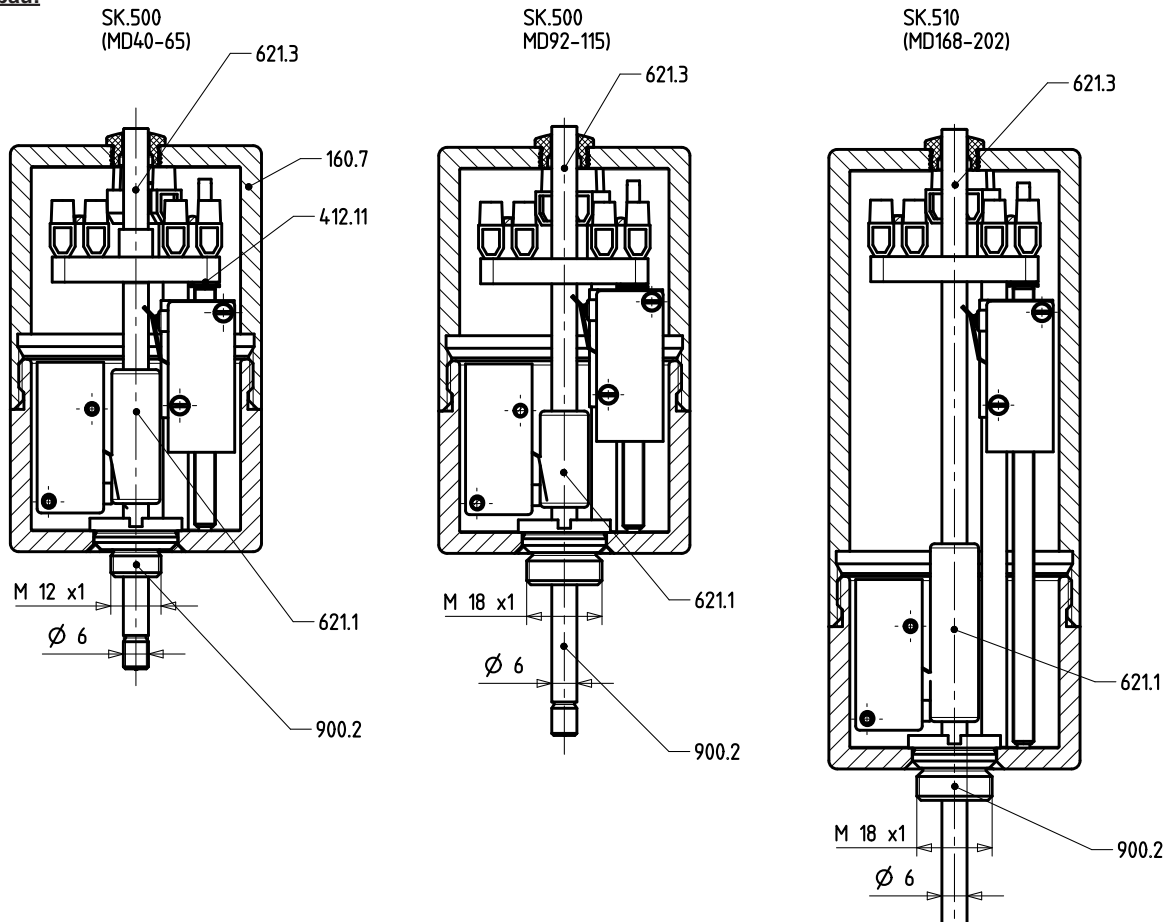

Abbildung 21: Übersicht der Stellungsrückmelder mit mechanischem Endschalter SK.500/510
S-C LAP.520/530 SF/OF/AZ MD 40 - 202 (Abbildung 21)
<p>HINWEIS</p> <p>Bei nachträglichem Aufbau eines Stellungsrückmelders ist darauf zu achten, dass bei Bestellung die Ventil- und Antriebsgröße angegeben wird. Die 3 Stellungsanzeigereinheiten sind den Ventilgrößen angepasst (Abbildung 21).</p>
4. Stellungsanzeigereinheit [621.1] entnehmen (Abbildung 21).